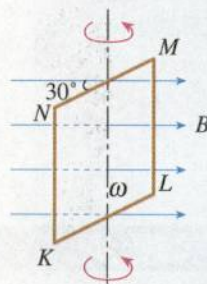

图 5.1-5 线框绕竖直轴以角速度 ω 匀速转动
- 如图 5.1-5 所示, $KLMN$ 是一个竖直的矩形导线框,全部处于磁感应强度为 B 的水平方向的匀强磁场中,线框面积为 S , MN 边水平,线框绕某竖直固定轴以角速度 ω 匀速转动。在 MN 边与磁场方向的夹角到达 30° 的时刻(图示位置),导线框中产生的瞬时电动势 e 的大小是多少?标出线框此时电流的方向。已知线框按俯视的逆时针方向转动。